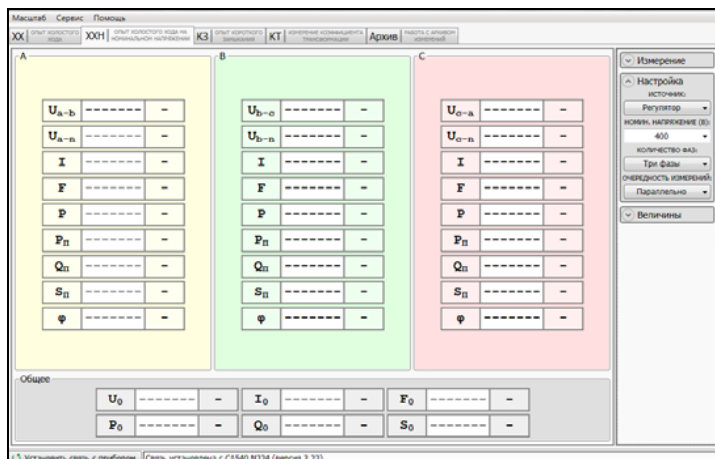

Рисунок 7.18
7) Выбрать вариант источника питания, для чего щелкнуть по кнопке в подразделе "Источник:" поля "Настройка" (рисунок 7.18) и выбрать из выпадающего списка "Внешний" (при использовании нерегулируемого источника) или "Регулятор" (при использовании источника с плавной регулировкой напряжения).
8) Установить значение междуфазного напряжения, при котором опыт XX проводился на заводе-изготовителе, или значение которое было получено при проведении предыдущего опыта XX, для чего в подразделе "НОМИН. НАПРЯЖЕНИЕ (В):" в поле "Настройка" (рисунок 7.18) выбрать необходимое значение из выпадающего списка (400 или 230 В) или ввести иное значение в поле ввода.
9) Установить количество фаз проверяемого трансформатора, для чего щелкнуть по кнопке в подразделе "КОЛИЧЕСТВО ФАЗ" в поле "Настройка" (рисунок 7.18) и из выпадающего списка выбрать "Одна фаза" или "Три фазы".
11) Свернуть поле "Настройка", для чего щелкнуть по кнопке (рисунок 7.18).
12) Развернуть поле "Величины", для чего щелкнуть по кнопке (рисунок 7.18).
16) Развернуть поле "Измерение", щелкнув по кнопке (рисунок 7.18).